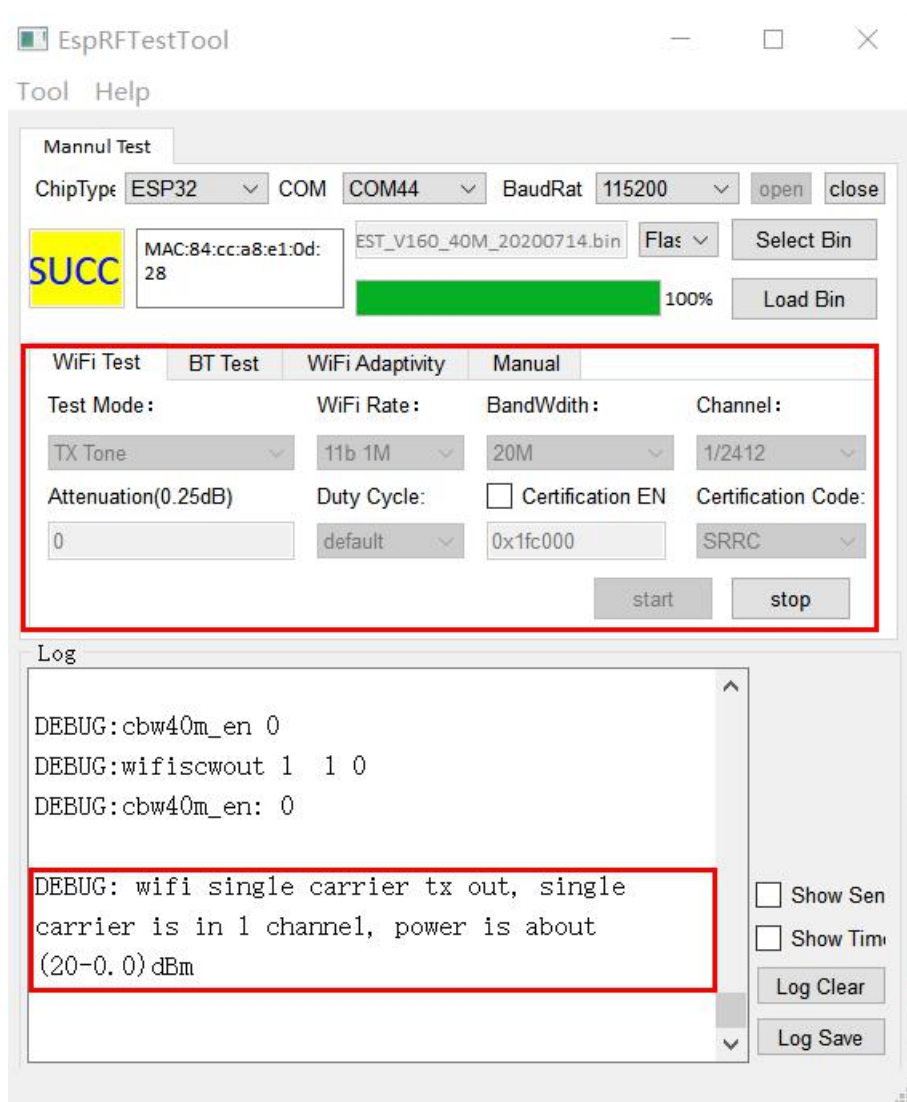

图 2-6 单载波测试界面
- 对于单载波测试, 需要在 Test mode 选项选择 TX Tone, 测试界面见图 2-6。